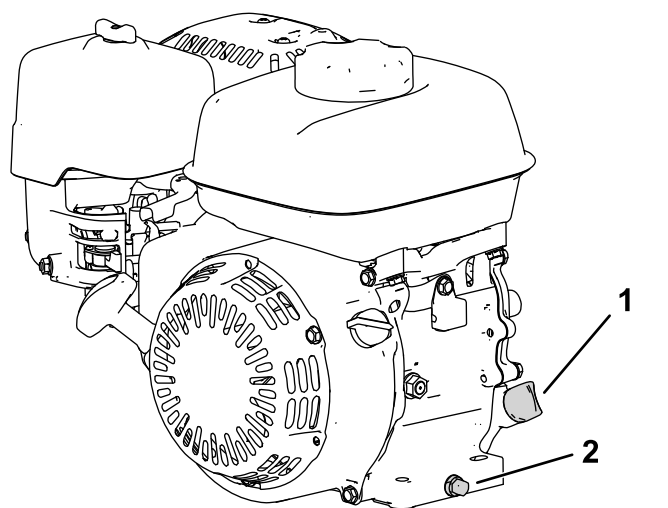

Figura 10
2. Coloque a máquina de maneira a que o motor esteja nivelado e limpe a área à volta do tubo de enchimento de óleo (Figura 10).
3. Retire o tampão de escoamento (Figura 10).